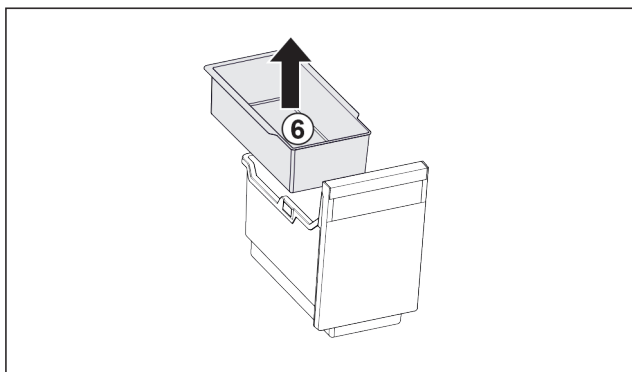

Fig. 100
- ▶ Vyjměte závěsnou misku Fig. 100 (6).